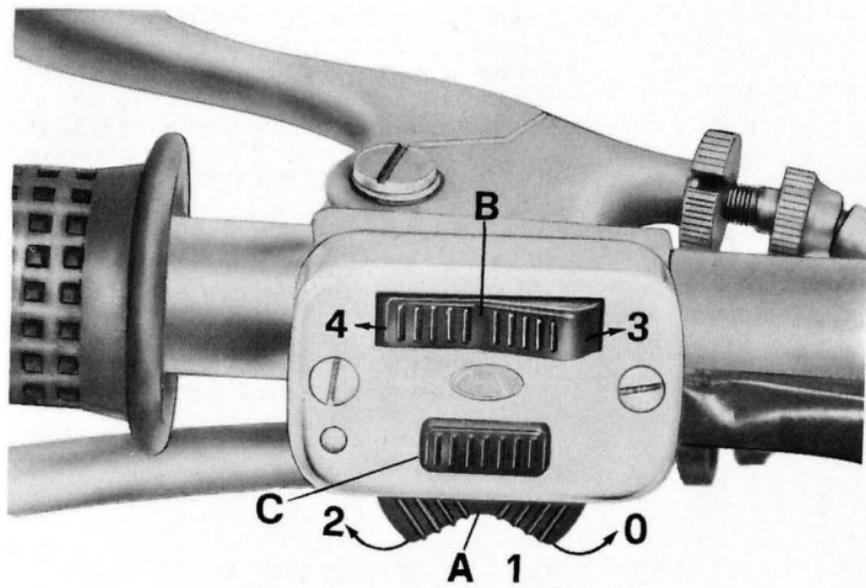

Fig. 9
Posizione « 2 »: macchina pronta per lo avviamento o macchina in marcia. Tutti i comandi sono inseriti Per la marcia diurna non occorre nessuna altra manovra; per la marcia notturna é necessario azionare le leve (A e B) dell'interruttore - commutatore (vedere fig. 9).
11) **Interruttore per illuminazione e pulsante comando avvisatore acustico** (vedere fig. 9):